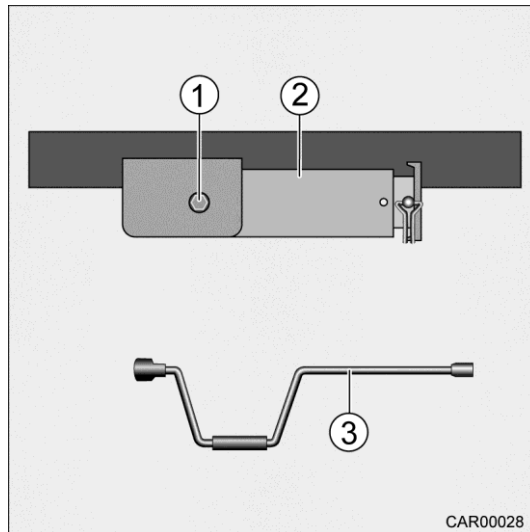

Fig. 31 Béquille arrière à manivelle
1. Enficher la manivelle (Fig. 31/3) sur l'écrou hexagonal (Fig. 31/1) et la tourner jusqu'à ce que la béquille arrière à manivelle (Fig. 31/2) pivote vers le bas.
2. Continuer à tourner la manivelle (Fig. 31/3) jusqu'à ce que la béquille arrière à manivelle (Fig. 31/2) soit à la verticale.
7. Tourner la manivelle (Fig. 31/3) jusqu'à ce que la béquille arrière à manivelle (Fig. 31/2) soit complètement en contact avec le sol.
1. Enficher la manivelle (Fig. 31/3) sur l'écrou hexagonal (Fig. 31/1) et la tourner jusqu'à ce que la béquille arrière à manivelle (Fig. 31/2) ne touche plus le sol.
6. Tourner la manivelle (Fig. 31/3) jusqu'à ce que la béquille arrière à manivelle (Fig. 31/2) soit complètement rentrée.